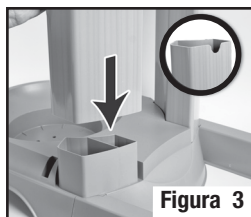

Figura 3
2. Anexe los Pedestales Verticales. Inserte el Pedestal Vertical Izquierdo y el Pedestal Vertical Derecho sobre las correspondientes torres que están sobre la base. Las terminaciones con forma de “U” deben quedar en la parte superior. Presione hacia abajo para asegurarlas (Figura 3).